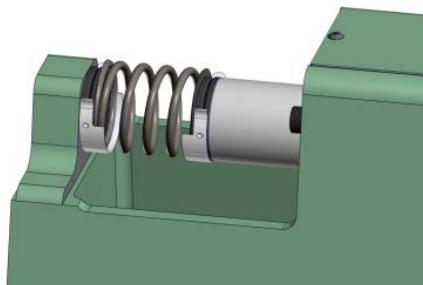
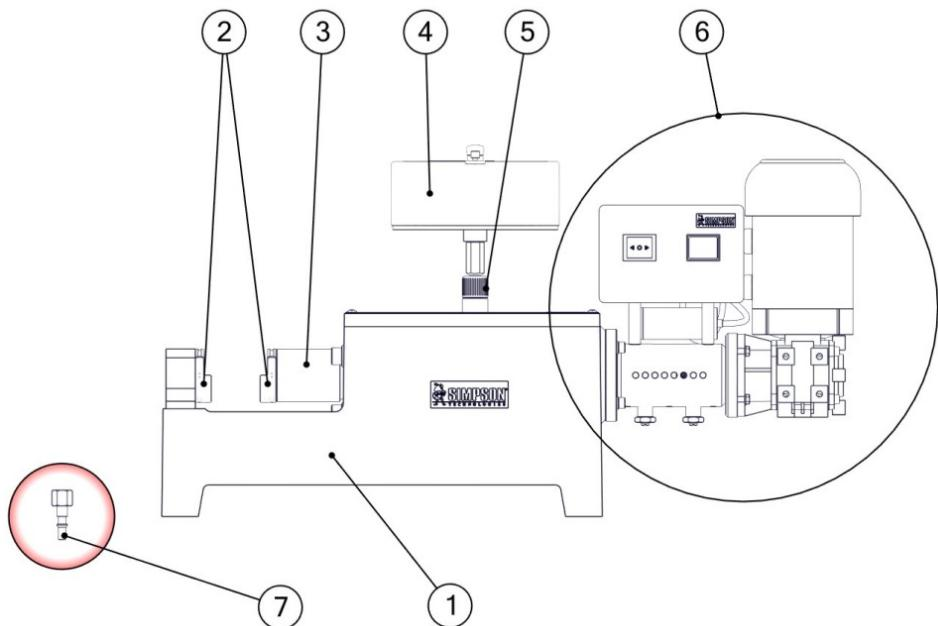

Abbildung 6.4.2
Abbildung 7.1: Vorderansicht
1. Nehmen Sie das Druckmessgerät vom oberen Ende der Universalsandfestigkeitsmaschine durch einfaches Trennen von der Steckerkupplung (Pos. 5, Abbildung 7.1) ab.
2. Lassen Sie den Anschlussstift (Pos. 8, Abbildung 7.1) in die Steckerkupplung einrasten, in der sich normalerweise das Druckmessgerät befindet. Weiterhin wird die Verwendung eines Trichters empfohlen. Siehe nachfolgende Abbildung 6.3.1.
5. Nehmen Sie einen Schraubenschlüssel, um die Spindel und die Spindelführung (Pos. 7, Abbildung 7.1) vom Maschinenfuß (Pos. 1, Abbildung 7.1) zu entfernen. Siehe nachfolgende Abbildung 6.3.2.
10. Drehen Sie den Drehhebel (Pos. 6, Abbildung 7.1) im Uhrzeigersinn, bis dies nicht mehr geht. Stellen Sie sicher, dass der gelöste Hydraulikkolben (Pos. 3, Abbildung 7.1) die ganze Zeit in Richtung Maschinenfuß (nach rechts) gedrückt wird.
2. Nehmen Sie einen Messschieber oder eine Schublehrer (nicht mitgeliefert), um die Länge der Feder zu messen, bevor Sie diese in den Apparat zwischen der Druckfestigkeitsvorrichtung (Pos. 2, Abbildung 7.1) legen. Zeichnen Sie die Länge der Feder auf.
3. Legen Sie die Feder in den Apparat zwischen die beiden Druckfestigkeitsvorrichtungen ohne Druck auszuüben. Um sicherzustellen, dass kein Druck ausgeübt wird, drehen Sie das Drehrad (Pos. 6, Abbildung 7.1) entgegen dem Uhrzeigersinn zum Öffnen der Druckfestigkeitsvorrichtungen. Siehe nachfolgende Abbildung 6.4.2.
4. Drehen Sie jetzt den Drehgriff im Uhrzeigersinn, bis der Zeiger auf dem Druckmessgerät (Pos. 4, Abbildung 7.1) 5 N/cm^2 auf der Außenskala für die Druckfestigkeit erreicht. Verwenden Sie zur Messung des Federabstands zwischen den Druckfestigkeitsvorrichtungen einen Messschieber. Tragen Sie die Messung im Diagramm bei 5 N/cm^2 ein.